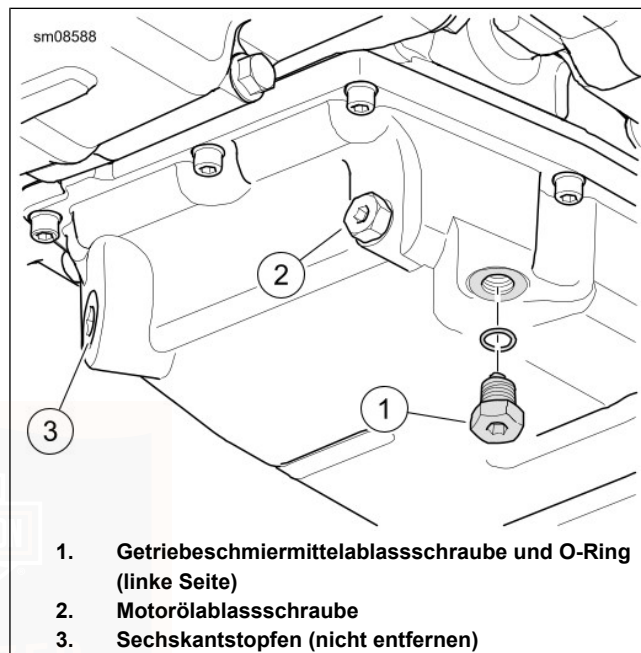

Abbildung 104. Getriebschmiermittelablass
2. Siehe Abbildung 104. Die Getriebeschmiermittel-Ablassschraube entfernen. Getriebe entleeren.